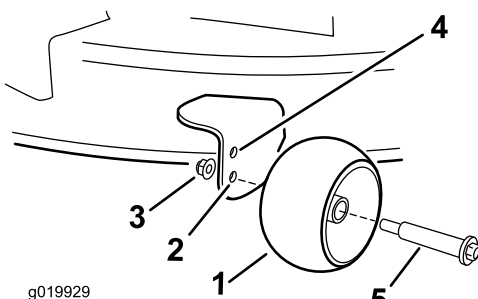

Figure 21
- Trous supérieur – utilisez cette position pour les hauteurs de coupe du tablier de coupe jusqu'à 63mm (2-1/2 po) (Figure 21).
- Trous inférieur – utilisez cette position pour les hauteurs de coupe du tablier de coupe à partir de 76mm (3 po) (Figure 21).